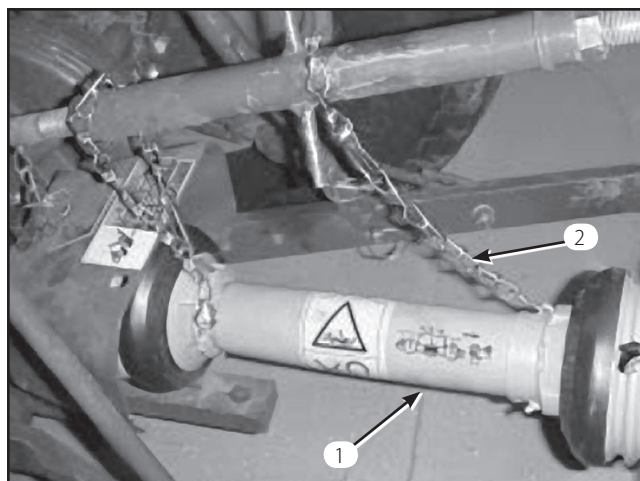

図5
5. カバー回り止めチェーンをパワーシャフト部からリンク・アームの溶接クリップまたは PTO カバーに接続する(図5)。フロアを上昇・降下させてもチェーンに余裕があることを確認する。